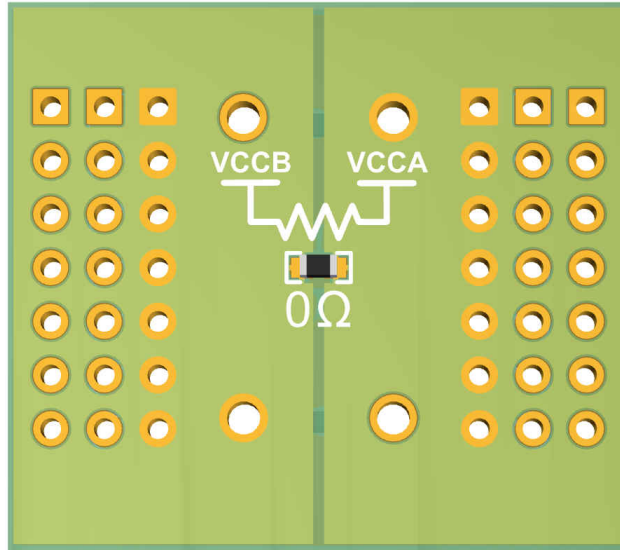

图 2-3. 单电源配置
3. 确保针对双电源或单电源器件相应地配置 EVM。EVM 默认配置为用于双电源器件，但可以使用  $0\Omega$  电阻器轻松地配置为用于单电源器件。图 2-3 显示了如何执行此操作。